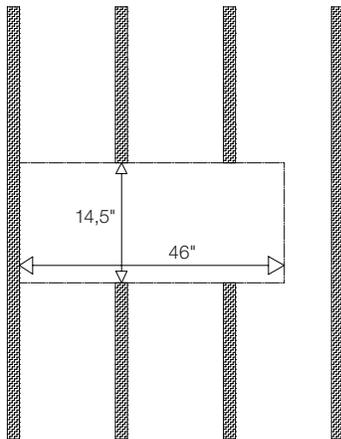

Figura 15
2. Corta totalmente a través de los montantes de la pared que queden dentro del espacio necesario para el SCL-2 (Figura 15). **COMPRUEBA POR ADELANTADO QUE NO SEAN MONTANTES DE CARGA.**